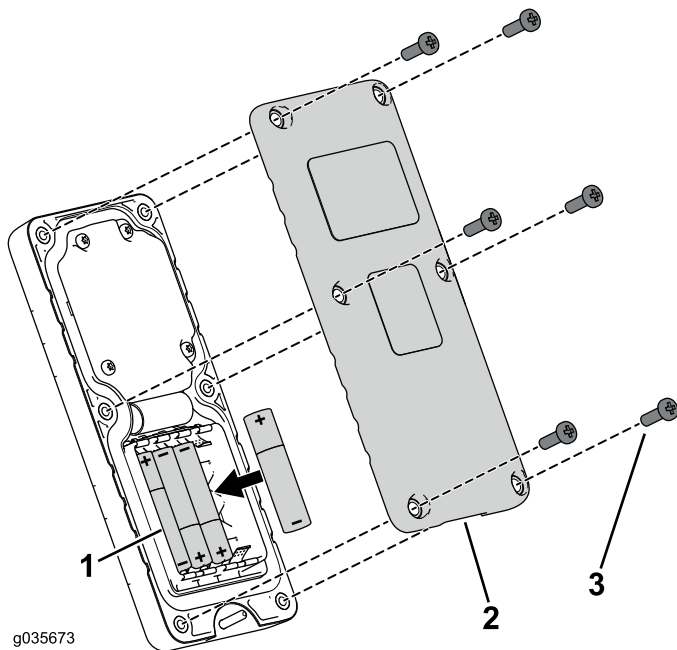

Figura 27
2. Instale las pilas en el alojamiento observando la polaridad correcta (Figura 27).
3. Vuelva a colocar la cubierta y fíjela con los 6 tornillos que retiró anteriormente (Figura 27) y apriételos a entre 1,5 y 1,7 N·m.